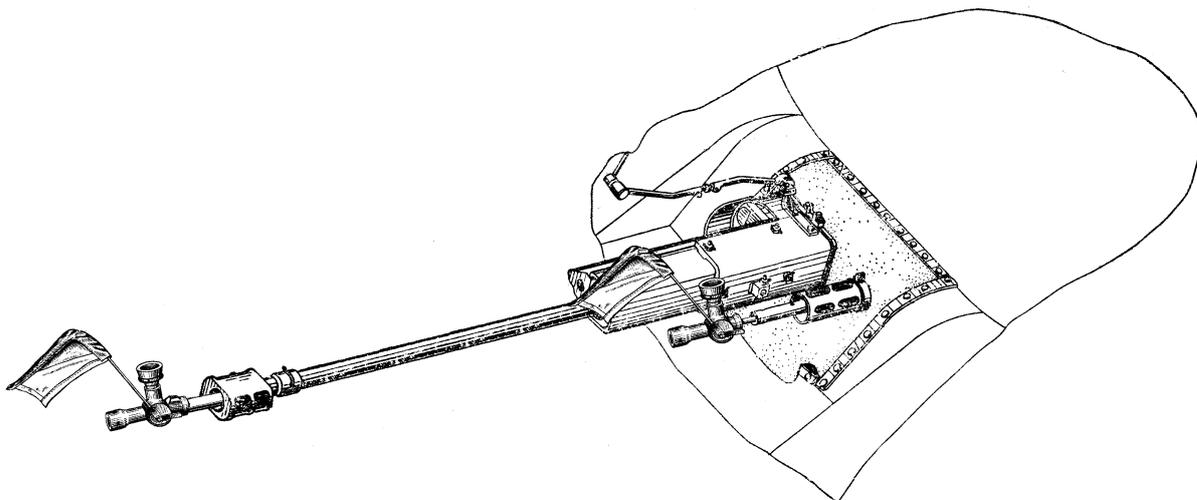

Рис. 95. Встановлення трубок холодної пристрілки у дульну частину каналу стволу гармати 2А42 та поєднаного кулемета ПКТ
- вставити трубку холодної пристрілки ТХП-1-30-515 у дульну частину каналу стволу гармати 2А42 (рис. 95).
- вставити трубки холодного пристрілювання ТХП-1-30-515 в ствол гармати 2А42 та ТХП-7-195 в ствол кулемета ПКТ (рис. 95);